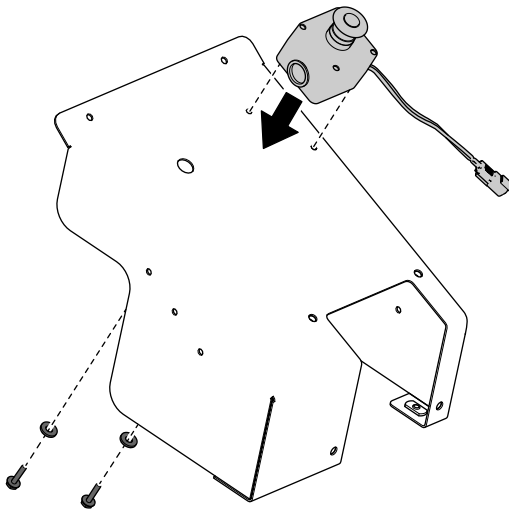

Bild 10
9. Befestigen Sie die vorher entfernte E-Stopp-Taste an der Abdeckung (Bild 10).